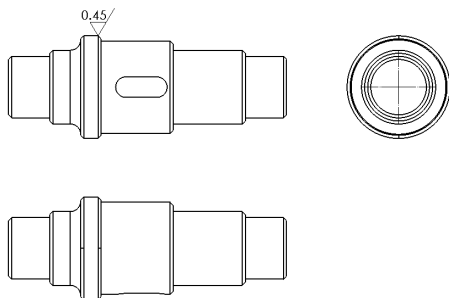

图 12-57 标注表面粗糙度符号
(4) 在左上方视图的合适位置处，单击鼠标左键，单击【确定】按钮 ☒，即可注解表面粗糙度符号，效果如图 12-57 所示。